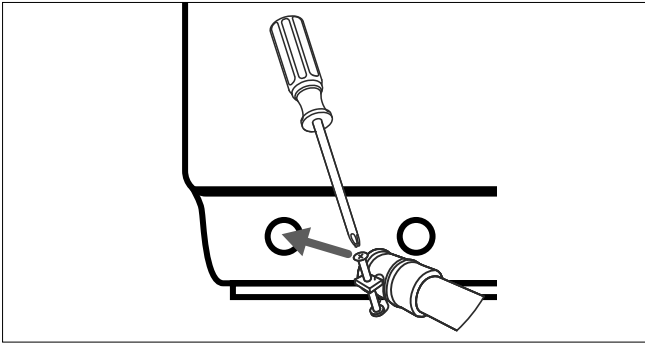

Fig. 7 – Conexión para la salida de agua
Conecte la manguera de desagüe a la conexión para la salida de agua (26) en la parte posterior del aparato y fíjela con una abrazadera (véase Fig. 7).